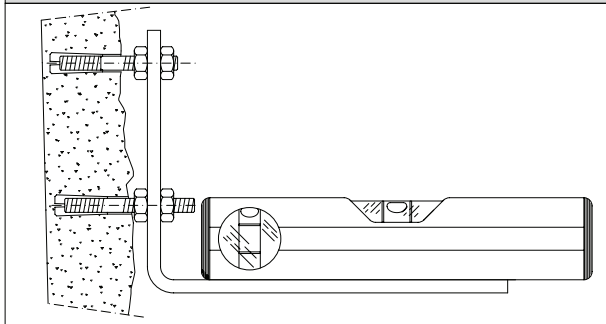

Рис. 5
- Закрепите редуктор на пластине 4 винтами, ориентируя редуктор на право или налево (рис.5).